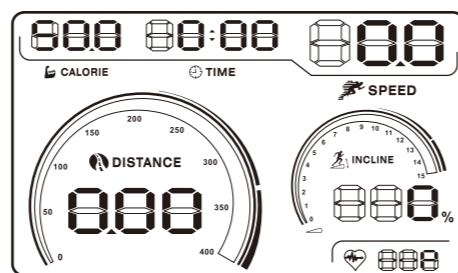

图30
- 在跑步机处于待机状态下，按3次面板上的 Training Prog键，此时屏幕上的热量（卡路里）窗口闪烁，默认的热量（卡路里）为50.0卡路里，按SPEED（速度）的+（增加）/-（减少）键调整您的理想训练消耗热量（卡路里）。（图30所示）。